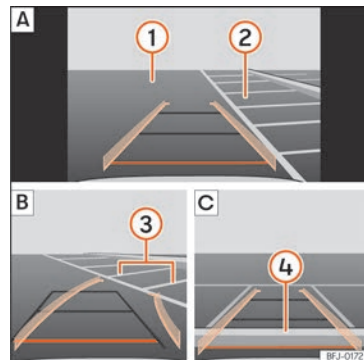

Fig. 205 Affichage à l'écran du système d'infodivertissement : stationner avec l'assistant de marche arrière.
Légende de la **fig. 205** :
- Placez le véhicule en face de la place de stationnement »» **fig. 205** **2** **A**.